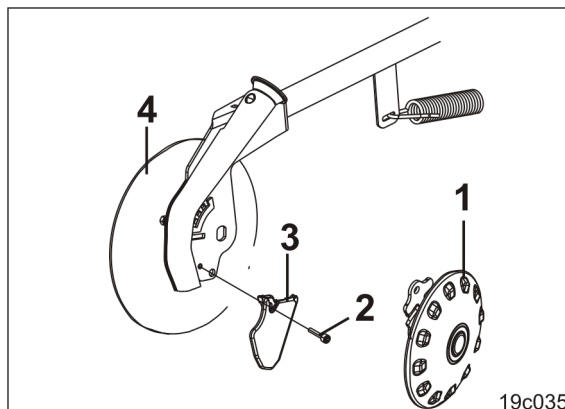

Fig. 235
1. Die Tiefenführungsscheibe (Fig. 235/1) demontieren (siehe Kap. Tiefenführungsscheibe/rolle montieren, Seite 142).
2. Die Zylinderschraube (Fig. 235/2) lösen (Schrauben-Anzugsmoment 30-35 Nm).
3. Die Verschleißspitze (Fig. 235/3) austauschen und in umgekehrter Reihenfolge montieren.
Die Verschleißspitze (Fig. 235/3) darf nicht über den Rand der Säscheibe (Fig. 235/4) hinausragen. Säscheibe ggf. austauschen.